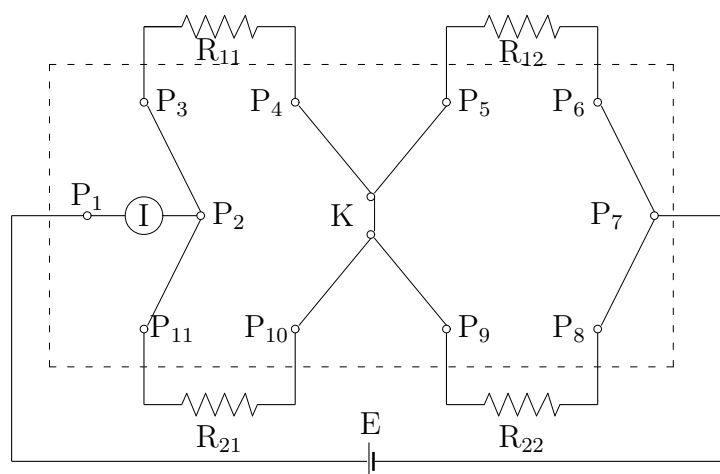

図 5.3: 並列回路 2 個を直列接続の結線図
1. 図 5.3 において抵抗 R_{11} 、 R_{12} 、 R_{21} 、および R_{22} を接続する。